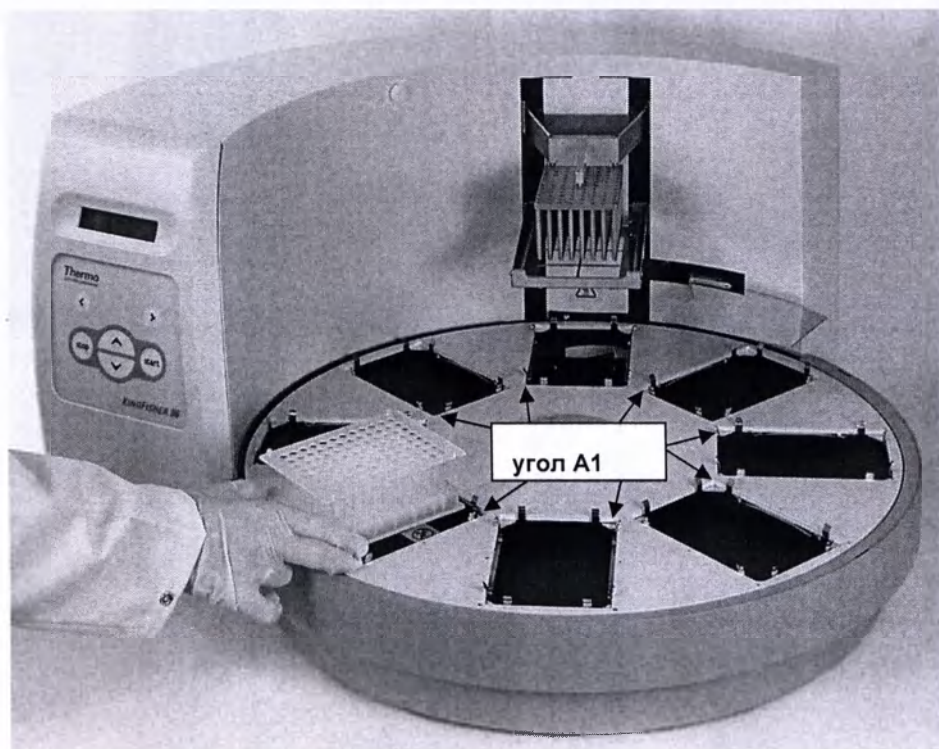

Рис. 6.7 Загрузка планшета
3. Установит планшеты в порядке, предусмотренном протоколом (Рис. 6.7 – 6.9). Поместить ячейку A1 в правый верхний угол планшета. Первый ряд A1 всегда находится на линии внутренней окружности. После установки планшетов в гнезда нажать кнопку **start**.